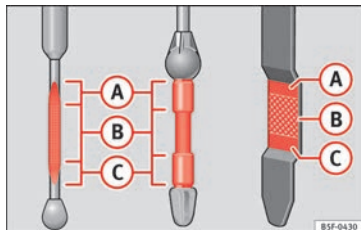

Fig. 241 Varilla de medición del nivel de aceite.
– A continuación, vuelva a extraerla y compruebe el nivel de aceite » fig. 241. En caso necesario, reponga aceite del motor.